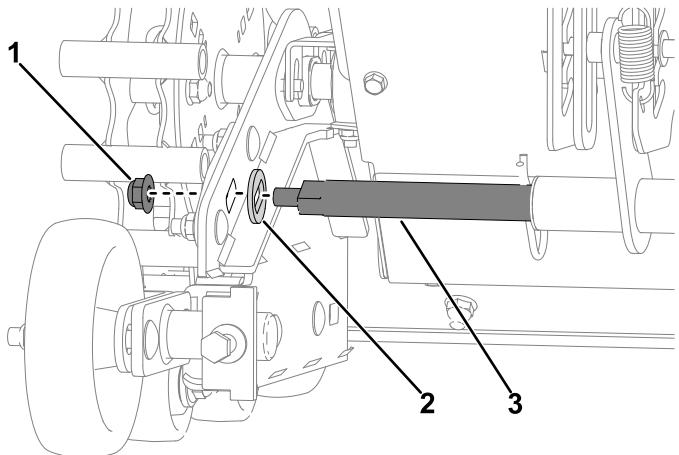

Рисунок 31
- Установите 2 специальные шайбы на поворотную штангу в поворотной ступице. Установите поворотную штангу со специальными шайбами на узлы гусениц и поворотную пластину, закрепите 2 новыми контргайками ($\frac{3}{8}$ дюйма) (Рисунок 31).